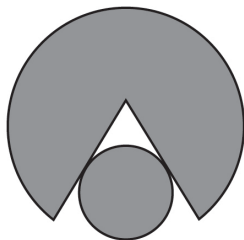

Figura 4:
2. Aumentar el tamaño de un cordón de respaldo estándar cortándolo a lo largo e insertándole un cordón de respaldo de diámetro menor. A este procedimiento se le conoce como “hot-dogging” (ver Figura 4).